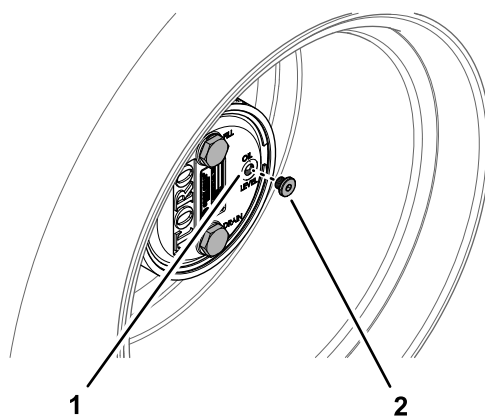

Bild 64
2. Entfernen Sie die Prüfschraube, die auf 3 Uhr steht (Bild 64).